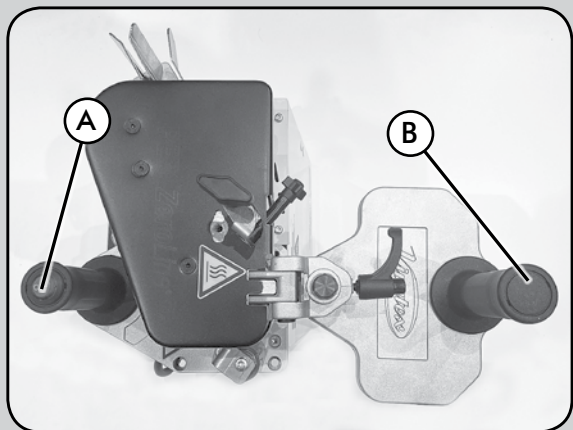

Fig. 5
- Verificare che le due impugnature A e B (Fig. 5) siano allineate come mostrato.